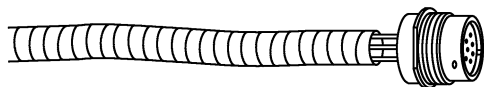

图6-75 用胶带缠绕导线
③ 用压线钳从8条导线上除去6mm的绝缘层。
④ 将端子维修导线安装到裸线上, 使用压线钳压紧端子, 再用热风枪加热收缩管, 管收缩并使插头防水。
⑤ 用胶带缠绕导线以加强保护, 如图6-75所示。